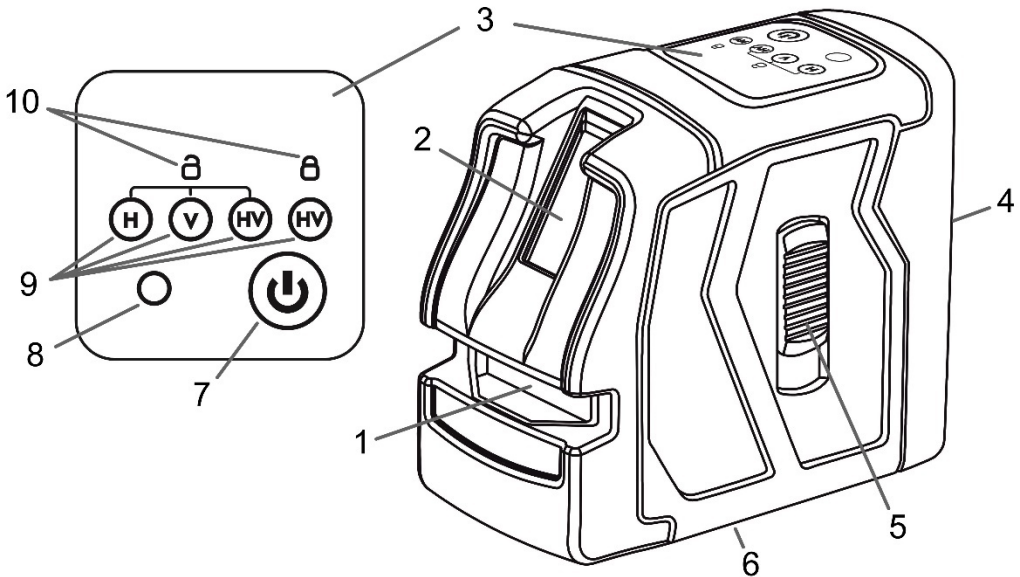

Рисунок 1
3.3.1 Встановіть прилад коло стіни «А» на штатив або встановіть його на тверду рівну поверхню. Увімкніть прилад для роботи з автоматичним нівелюванням (клавіша розблокування маятникового механізму переведіть в положення «UNLOCK»). Оберіть режим роботи, в якому горизонтальна та вертикальна лазерні площини будуть випромінюватися. Для цього три рази натисніть на кнопку вибору режиму (7, рисунок 1) на панелі керування (3, рисунок 1) (цей режим на панелі позначений як оранжевий колір індикатора (8, рисунок 1) з розблокованим маятниковим механізмом приладу).
3.4.1 Встановіть прилад посередині між стінами «A» та «B» на кріпленні чи на штативі або поставте його на тверду рівну поверхню. Увімкніть прилад для роботи з автоматичним вирівнюванням та оберіть режим роботи з горизонтальним променем. Для цього при вимкненому приладі один раз натисніть на кнопку вибору режиму (7, рисунок 1) на панелі керування (3, рисунок 1) (цей режим на панелі позначений як зелений колір індикатора (8, рисунок 1) з розблокованим маятниковим механізмом приладу). Зачекайте, поки промінь автоматично вирівнюється.
3.5.1 Встановіть прилад на відстані 2,5 метра від дверного отвору на твердій, рівній поверхні (не на штативі). Увімкніть прилад у режимі автоматичного вирівнювання. Оберіть вертикальний режим роботи (при вимкненому приладі два рази натисніть на кнопку вибору режиму (7, рисунок 1) на панелі керування (3, рисунок 1) (цей режим на панелі позначений як червоний колір індикатора (8, рисунок 1) з розблокованим маятниковим механізмом приладу). Зачекайте, поки промінь автоматично вирівнюється.
- перевірте роботу перемикача блокування маятникового механізму (5, рисунок 1), вона повинна бути чіткою, без заїдань;
Для роботи в режимі автоматичного вирівнювання необхідно перевести клавішу розблокування маятникового механізму (5, рисунок 1) в положення . Прилад увімкнеться в режимі автоматичного вирівнювання, при цьому лінії випромінювання площини автоматично вирівнюються у горизонтальному та вертикальному положенні (рисунок 11).
Якщо під час увімкнення приладу в режимі автоматичного вирівнювання лазерні промені не світяться, а індикації немає – це означає, що відхилення приладу від вертикалі/горизонталі більш як 4° , вирівняйте прилад. Вимкнення виконується натисканням на кнопку (7, рисунок 1).
Для побудови похилих ліній переведіть клавішу розблокування маятникового механізму (5, рисунок 1) в положення .
Натисніть чотири рази на кнопку вибору режиму (7, рисунок 1) на панелі керування (3, рисунок 1) для увімкнення режиму побудови похилих площин (цей режим на панелі позначений як оранжевий колір індикатора (8, рисунок 1) з заблокованим маятниковим механізмом приладу). Лазерний рівень в цьому режимі випромінює лазерні промені, але налаштування точності не відбувається, тому що маятник заблокований. Даний режим роботи приладу використовується для побудови похилих ліній з довільними кутами нахилу.